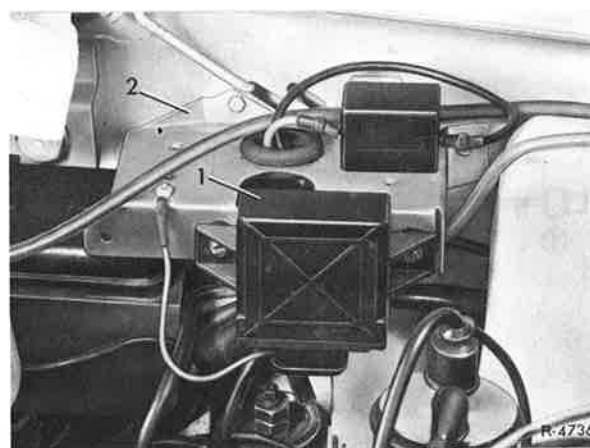

Bild 4
- 7. Relaishalter (2) mit Verzögerungsrelais (1) am linken Radlaufblech montieren (Bild 4).